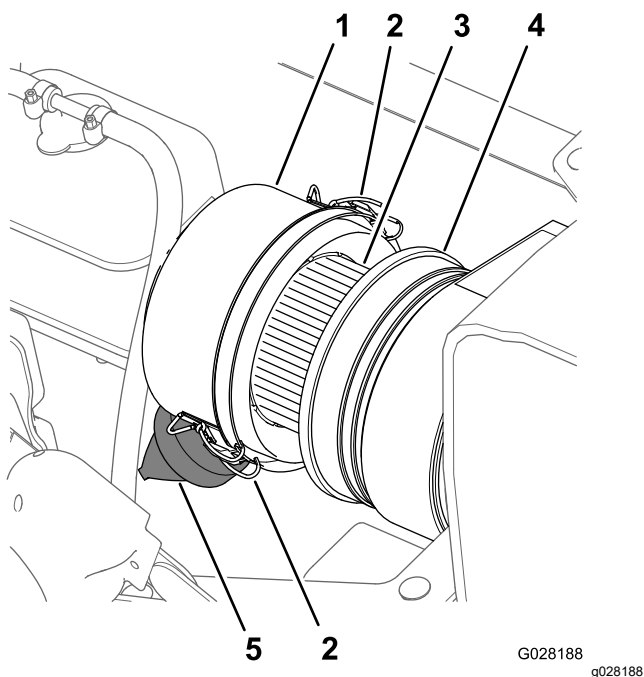
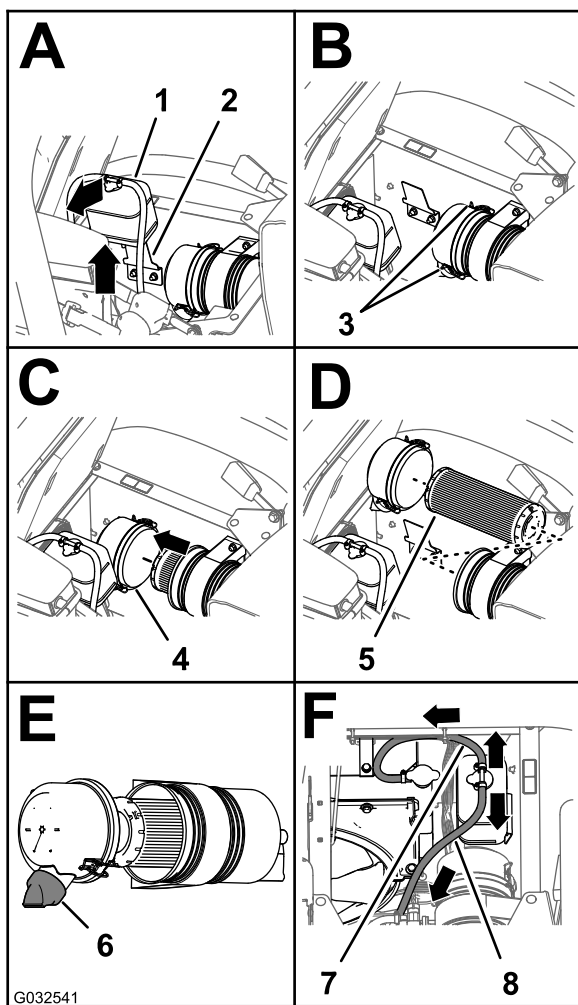

Figure 76
Figure 77
3. Nettoyez le capuchon antipoussière et le boîtier du filtre à air (Figure 76).
5. Pressez la valve à poussière pour éliminer les saletés, la poussière et les débris (Figure 76).
7. Vérifiez que l'élément du filtre à air ne présente pas de dépôts excessifs de poussière, saleté ou débris (Figure 76).
8. Reposez le capuchon antipoussière sur le boîtier du filtre à air et fixez-le en place avec les 2 attaches (Figure 76).
2. Nettoyez le capuchon antipoussière et le boîtier du filtre à air (Figure 76).
3. Soulevez le réservoir de trop-plein de liquide de refroidissement pour le déposer de son support (Figure 77).
4. Recherchez sur le boîtier du filtre à air des dommages susceptibles d'occasionner des fuites d'air (Figure 76).
- Desserrez les 2 attaches qui fixent le capuchon antipoussière sur le boîtier du filtre à air (Figure 77).
- Nettoyez l'intérieur du capuchon antipoussière, du boîtier du filtre à air et de la valve à poussière avec un chiffon humide (Figure 76 et Figure 77).
- Insérez l'élément filtrant dans le boîtier du filtre à air (Figure 77).
- Reposez le couvercle sur le boîtier du filtre à air et fixez-le en place avec les 2 attaches (Figure 77).
Remarque: Vérifiez que la valve à poussière est bien alignée entre les positions 5 et 7 heures vu de l'extrémité (Figure 77).
- Placez le réservoir de trop-plein du liquide de refroidissement en face de son support et fixez solidement le réservoir (Figure 77).
Important: Vérifiez que le flexible de décharge de pression est dirigé vers l'avant et le bas et que le flexible d'évent du réservoir est dirigé vers l'arrière, comme montré à la Figure 77.